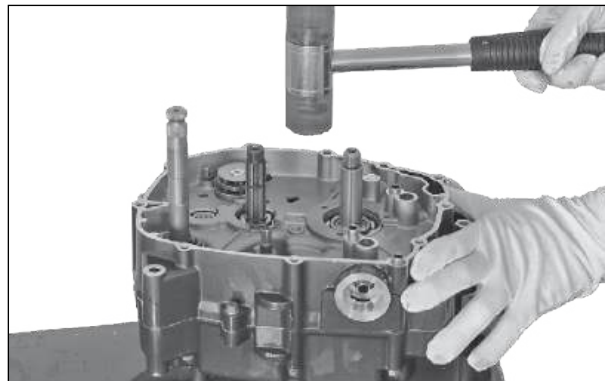

Fig. 3.175
- Instale o conjunto da carcaça do motor do lado direito no conjunto da carcaça do motor do lado esquerdo, batendo suavemente. (Fig. 3.175)